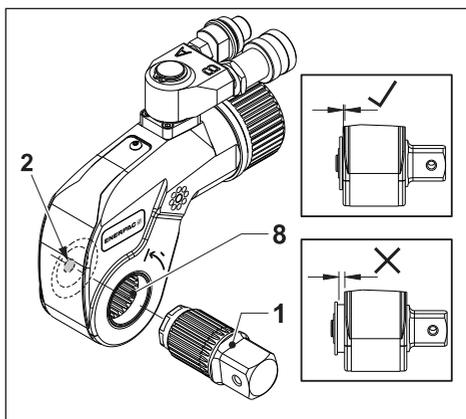

图 3
3.2.1 装上方驱 (图 3)
- 将方驱 (1) 插入棘轮 (8) 中。
- 按住释放按钮 (2)。
- 推动并转动方驱 (1)，直至其锁止到位。然后，松开释放按钮 (2)。
3.2.2 拆下方驱 (图 3)
- 拉动方驱 (1)，直至其与锁定机构分离。
- 从棘轮 (8) 上完全拆下方驱 (1)。
3.3 选择驱动方向（图 3）